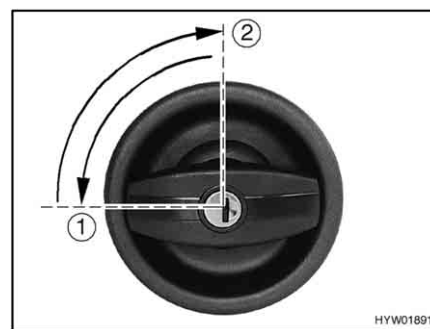

Fig. 20 Serratura della porta di ingresso, lato esterno, bloccata
- Inserire la chiave nel cilindro della serratura e girare in senso antiorario di un quarto di giro (Fig. 20,1).
- Riportare la chiave in posizione centrale (Fig. 20,2) ed estrarla.